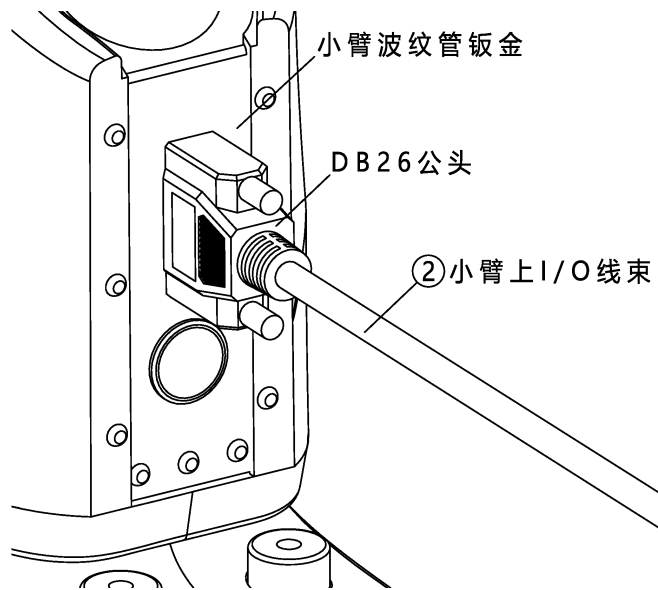

图 5-2 小臂上 I/O 线束连接示意图
步骤2. 将②小臂上 I/O 线束带有 DB26 公头的一端接在小臂波纹管钣金上的 DB 接口上，另一侧的散线端接在客户自己的末端执行器上（参考图 5-2）。
步骤2. 将②小臂 I/O 线束一端带有 SA2010-P12B 12pin 插针型电缆插头与用户接口安装板上的 SA2011-S12B 12pin 电缆对接插座对插，另一端散线接在客户自己的末端执行器上（参考图 5-2）。